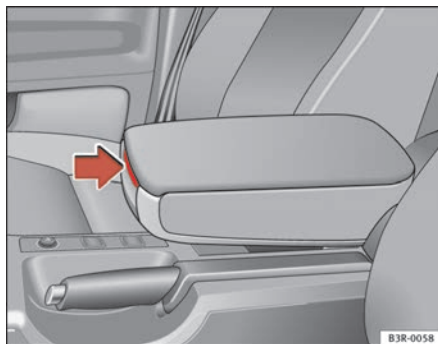

Fig. 113 Reposabrazos entre el asiento del conductor y el del acompañante
- Pulse la palanca de desbloqueo ⇒ **fig. 113**.